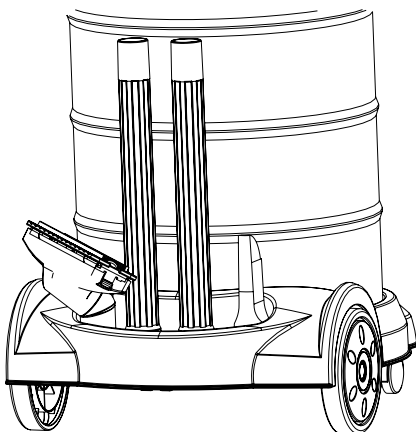

Fig. 13 – Espaço para armazenagem de acessórios
- No aspirador existe um espaço destinado para guardar os tubos extensores e bocais, conforme mostra a Fig. 13.